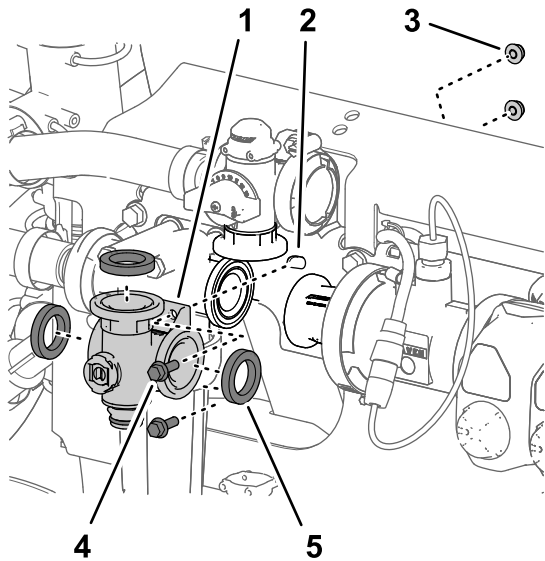
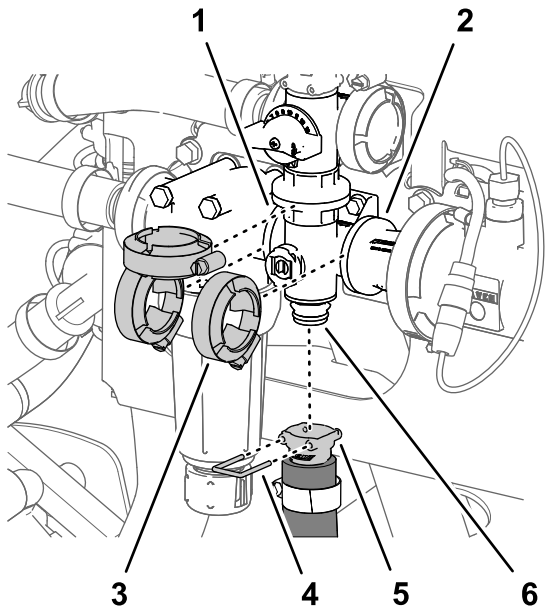

图 135
图 136
- 1. 将搅拌阀歧管凸缘、3 个垫片与搅拌旁通阀、压力式滤头和耦合适配器的凸缘对齐图 135和图 136。
- 5. 用手拧紧 3 个法兰夹具图 136。
- 6. 用快速连接销将搅拌软管的快速连接耦合器安装到搅拌阀歧管的快速连接接头上图 136。
- 2. 用在 拆下搅拌歧管阀 (页码 72) 中卸下的 3 个法兰夹具将搅拌阀歧管松松固定至搅拌旁通阀、压力式滤头和耦合适配器图 136。